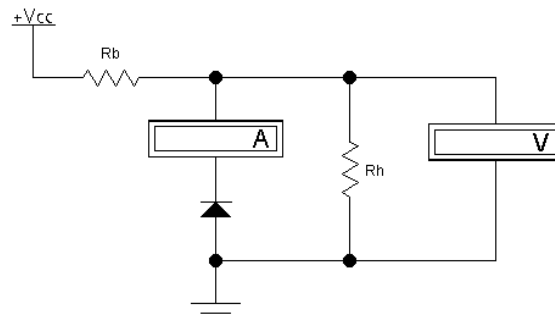

Рисунок 3.1 – Електрична схема досліджень стабілітронів
2. Ознайомитися з електричною схемою проведення досліджень (рис.3.1) та вияснити функції кожного її компонента.